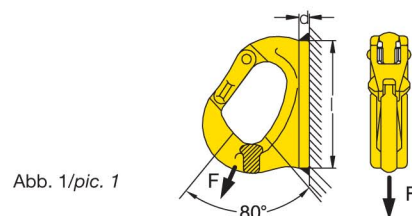

Abb. 1/pic. 1
- Die Belastung soll nur in Hakenebene in Richtungen entsprechend Abb.1 erfolgen.